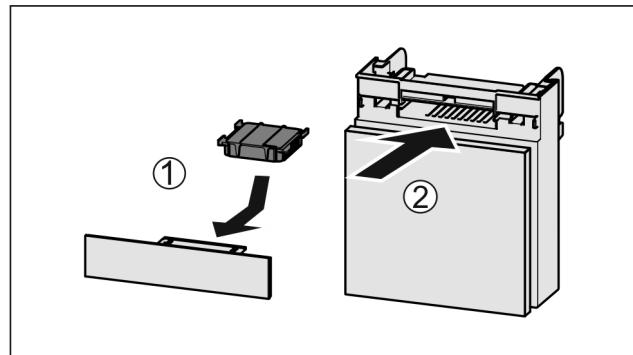

Fig. 107
- 按图装入 Fig. 107 (1) 活性炭过滤器。
- 推入 Fig. 107 (2) 抽屉。